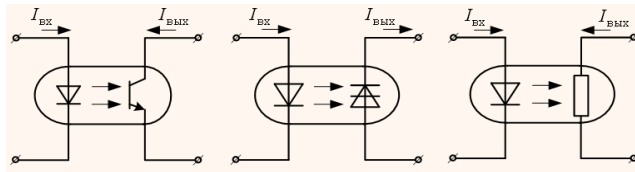

Рис. 3
3. Оптроны, виды, комплектность, применение (рис. 3)
2. Машинный телеграф, состав схемы, принцип работы, требования Регистра РФ, применение. Рулевой указатель, состав схемы, принцип работы, применение. (рис. 3).